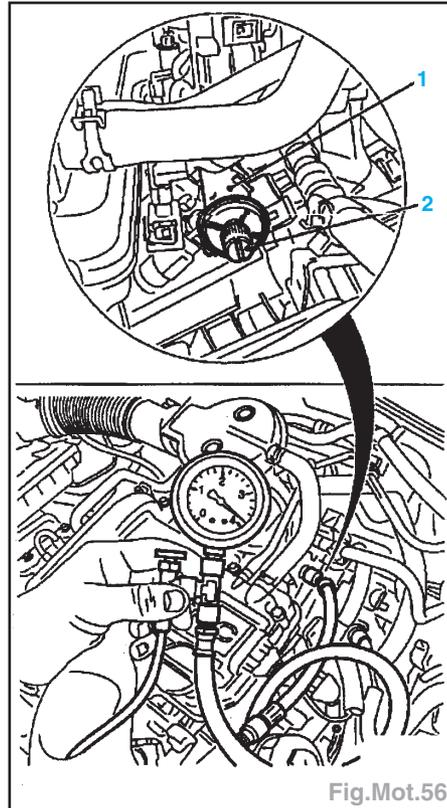

Fig.Mot.56
- Faire chuter la pression du circuit d'alimentation de carburant avec l'outil KM-J-34730-91 en dévissant le capuchon de raccord de contrôle (2) sur la rampe (1) (Fig.Mot.56).